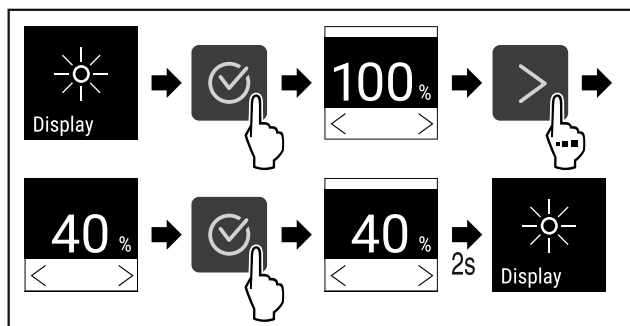

Fig. 102
- Stappen (zie Fig. 102) uitvoeren.